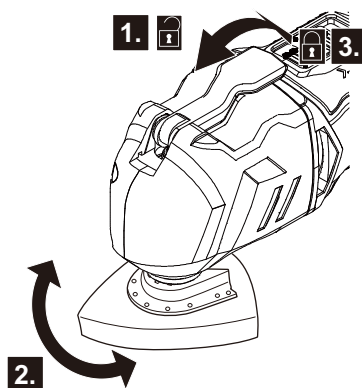

Fig. 3
- > Desacople y ajuste la placa base de lijado (7) a la posición deseada (Fig. 3, paso 2). Asegúrese de que los pines del portaherramientas SDS (6) encajan correctamente en las ranuras de la parte posterior de la placa base de lijado (7).
- > Fije la placa base de lijado (7) cerrando completamente la palanca de fijación SDS (1) (Fig. 3, paso 3).
- > Revise que la placa base de lijado (7) esté fijada de forma segura y realice ajustes si es necesario.